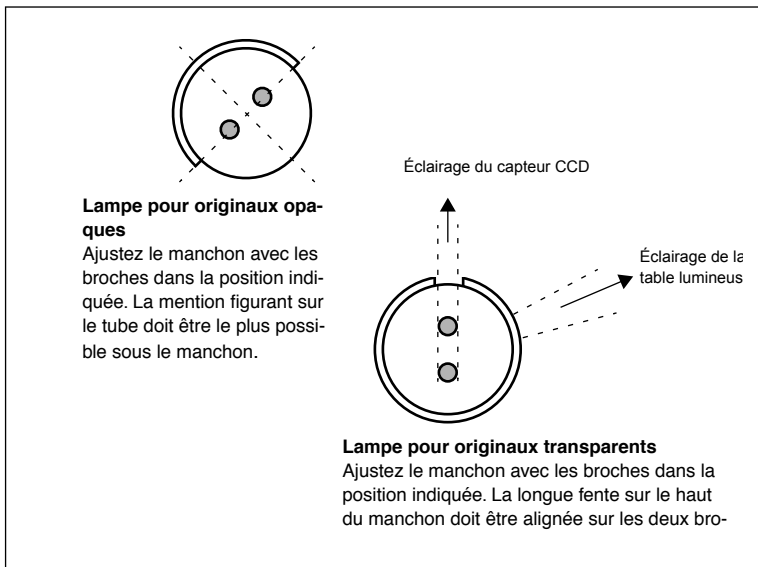

Figure 8: Ajustement des manchons. La position relative des deux lampes est à peu près celle observée depuis le côté gauche du scanner.
Les manchons sont parfois collés avant l'expédition du scanner, mais quand vous changerez un tube lumineux, le manchon ne sera pas collé. Il sera fermement ajusté pour ne pas glisser tout seul, mais vous pourrez le déplacer à la main si vous essayez. La figure 8 indique l'orientation correcte des manchons.
5. Mettez une lampe neuve en opérant dans l'ordre inverse. Vérifiez que le manchon est correctement aligné avec le scanner comme indiqué à la figure 8. Si nécessaire, faites tourner la lampe ou ajustez le manchon.